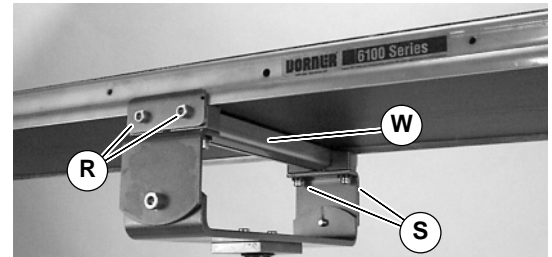

Figure 18
- Den Bausatz (W siehe Abbildung 18) unten auf dem Förderband installieren. Den Bausatz senkrecht zum Förderbandrahmen montieren. Die Trägerschrauben (R) mit 9 Nm festziehen.